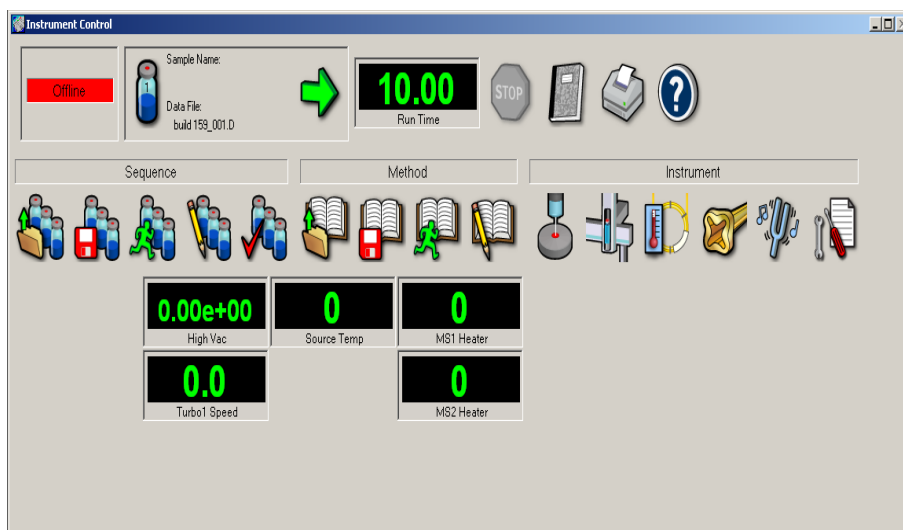

图 7 排列监视器
- 9 选择**窗口 > 排列绘图和监视器**，或单击每个监视器并将它们拖动到所需位置。请参见图 7，该图提供了一种排列监视器的方式。